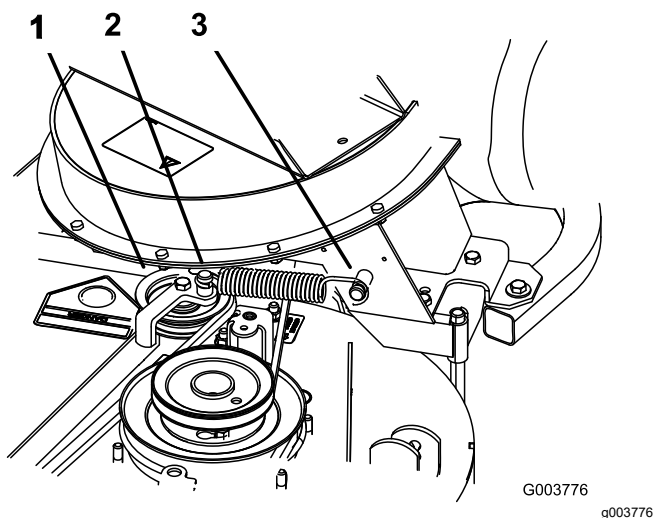

Figura 45
8. Montate la molla come illustra Figura 45.